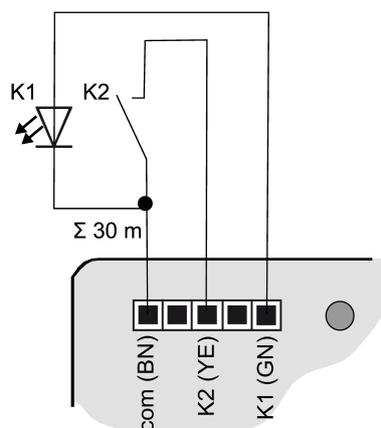
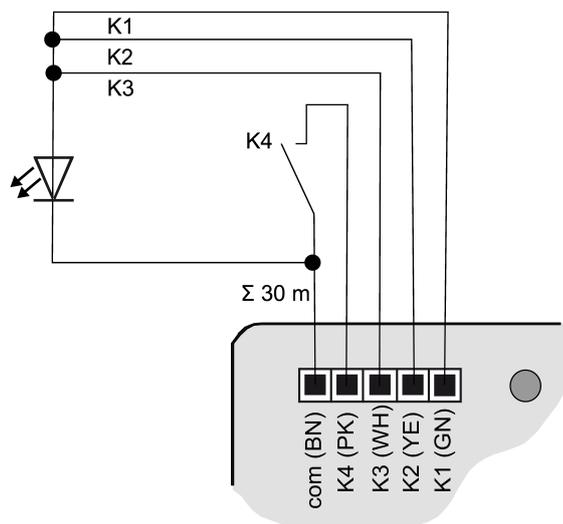

Figura 3: Ejemplo de conexión de interfaz de pulsadores doble
Figura 7: Ejemplo de conexión con salidas conectadas en paralelo
- Conectar pulsadores, interruptores, contactos, LED o NTC siguiendo los ejemplos de conexión con los cables de conexión adjuntos (4) (véase figura 3) a (véase figura 7). Los ejemplos de conexión muestran el uso con entradas y salidas.
- i** Para incrementar la corriente de salida también pueden conectarse en paralelo salidas con la misma parametrización, en el ejemplo (véase figura 7) K1-K3 aquí están conectadas en paralelo.